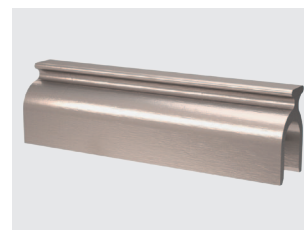

Fig. 3
- Partie femelle asymétrique micro et macro** (Fig. 3) **T = Titane pur**
3. Partie femelle asymétrique T, micro et macro (Fig. 3)
4. Partie femelle T, micro et macro (Fig. 3)